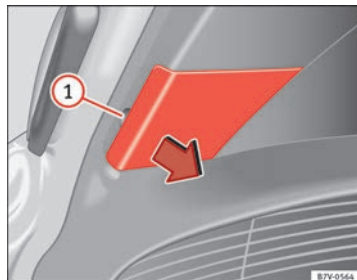

Abb. 211 In der Heckklappe: Abdeckung abnehmen.
3. Mit der flachen Klinge des Schraubendrehers aus dem Bordwerkzeug (⇒ Abb. 200) die Abdeckung an der Aussparung vorsichtig abhebeln ⇒ Abb. 211 ①.